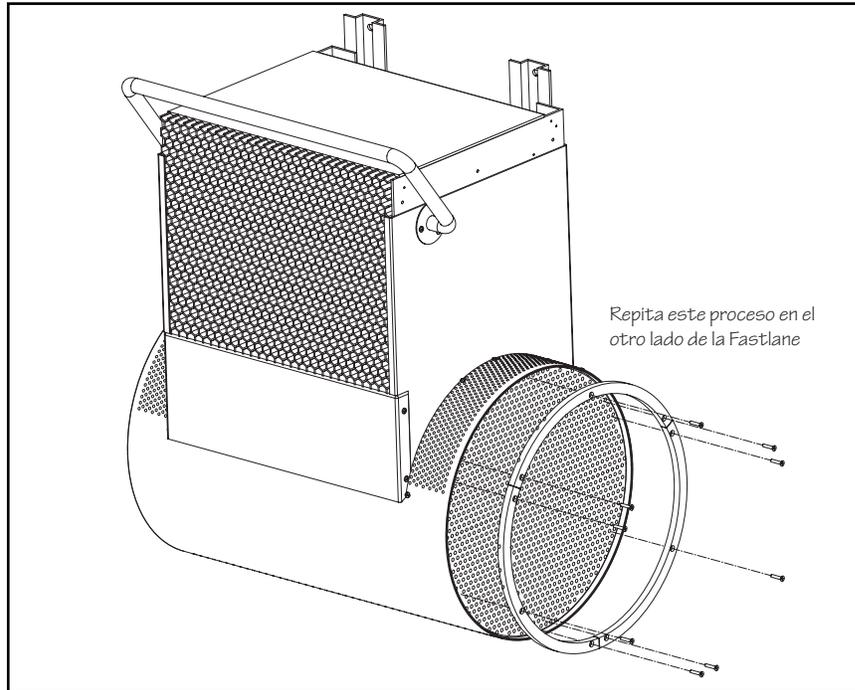

Fig. 6.11
6.13 Vuelva a poner las tapas finales circulares. Asegúrese de que la superficie “suave” de las tapas finales esté de frente. Si quitó el cable de acero inoxidable que va de la base a la tapa final, este es el momento de volverlo a poner. Alinee las tapas finales a los soportes internos de PVC de manera que los orificios de estos queden alineados con los de las tapas finales. Coloque las tiras de la cubierta arqueadas por encima de las tapas finales, asegurándose de alinear el orificio de dichas tiras con los de las tapas finales de acero inoxidable y con los soportes internos de PVC. Ponga los nueve tornillos (tres por tira de cubierta) que quitó en el paso 6.1. Repita con la tapa final restante (Fig. 6.11).